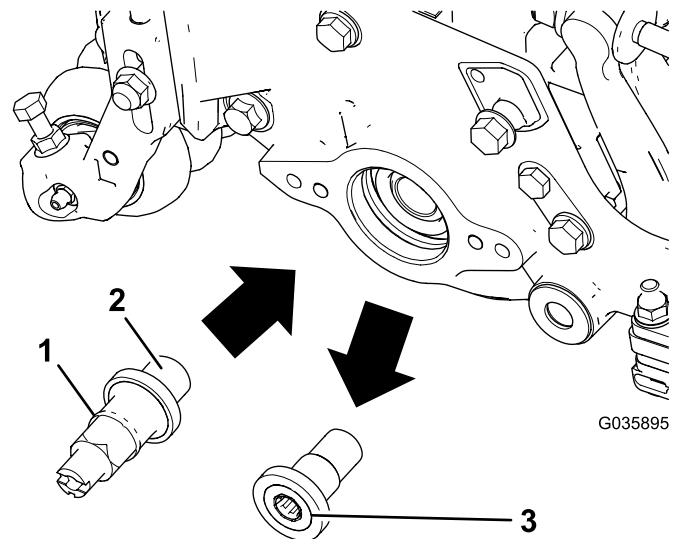

Figura 2
6. Utilize a ferramenta do veio da transmissão da Toro (peça n.º Tor4112) para remover o inserto roscado da unidade de corte da transmissão da escova do rolo traseiro (Figura 2) e deite-o fora.
8. Aplique Loctite 242 (azul) nas roscas do veio de transmissão adequado (Figura 2) e instale o veio de transmissão, apertando-o com 115–128 N·m.